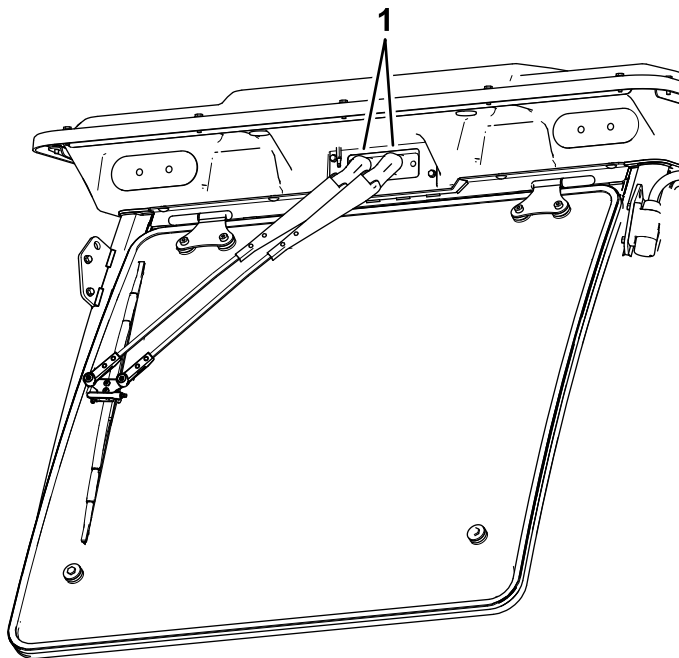

Figura 87
1. Abra as tampas da parte superior dos braços do limpa para-brisas (**Figura 87**).